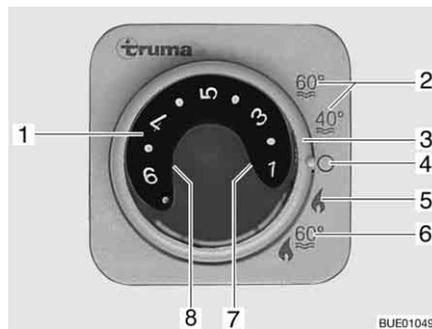

Fig. 179 Unité de commande pour chauffage/chauffe-eau
- Régler le mode de régime à l'aide de l'interrupteur tournant (Fig. 179,3).
Régime hiver Le chauffage règle le degré d'allumage automatiquement en fonction de la température ambiante requise. Une fois que la température ambiante désirée est atteinte, le brûleur s'éteint. La température intérieure est mesurée avec la sonde de température qui se trouve à côté du panneau de contrôle. En mode "Chauffage et chauffe-eau" (Fig. 179,6) l'eau est également chauffée dans le chauffe-eau. Il est possible de faire fonctionner le chauffage en mode "Chauffage sans chauffe-eau" (Fig. 179,5) et le chauffe-eau vide.
- Régler le bouton tournant de température (Fig. 179,1) de l'unité de commande sur le degré de chauffage désiré.
- Régler l'interrupteur tournant (Fig. 179,3) en régime hiver "Chauffage sans chauffe-eau" (Fig. 179,5) ou en régime hiver "Chauffage et chauffe-eau" (Fig. 179,6).
Le voyant de contrôle vert (Fig. 179,7) est allumé et indique simultanément le degré de température choisi.
Le voyant de contrôle jaune (Fig. 179,8) indique la mise en température de l'eau lorsque le chauffe-eau est rempli.
- Régler l'interrupteur tournant (Fig. 179,3) sur "O" (Fig. 179,4).